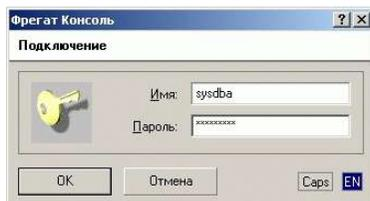
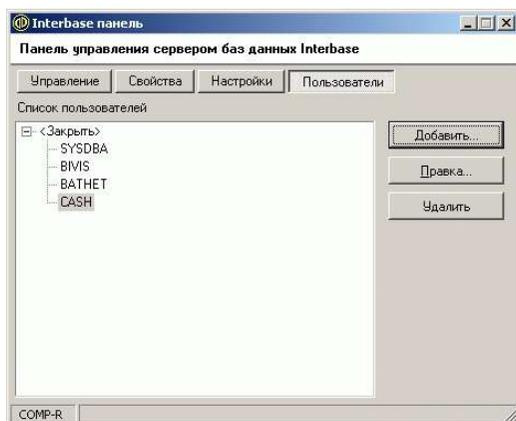

Рис. 5.3. Подключение
Рис. 5.8. Список пользователей
- ▶ В появившемся окне **Подключение** (см. Рис. 5.3.) ввести пароль системного администратора и нажать кнопку [ОК].
- ▶ В появившемся окне **Подключение** (см. Рис. 5.3.) ввести пароль администратора и нажать кнопку **[ОК]**.
- ▶ В появившемся окне **Подключение** (см. Рис. 5.3.) ввести пароль **masterkey** и нажать кнопку [ОК].
- ▶ В появившемся окне **Подключение** (см. Рис. 5.3.) ввести пароль **masterkey** и нажать кнопку [ОК]. Появится запрос на удаление.
В появившемся окне **Подключение** (см. Рис. 5.3.) ввести пароль **masterkey** (или новый пароль системного администратора) и нажать кнопку [ОК]. В результате на вкладке **Пользователи** откроется список пользователей, зарегистрированных на сервере (см. Рис. 5.8).